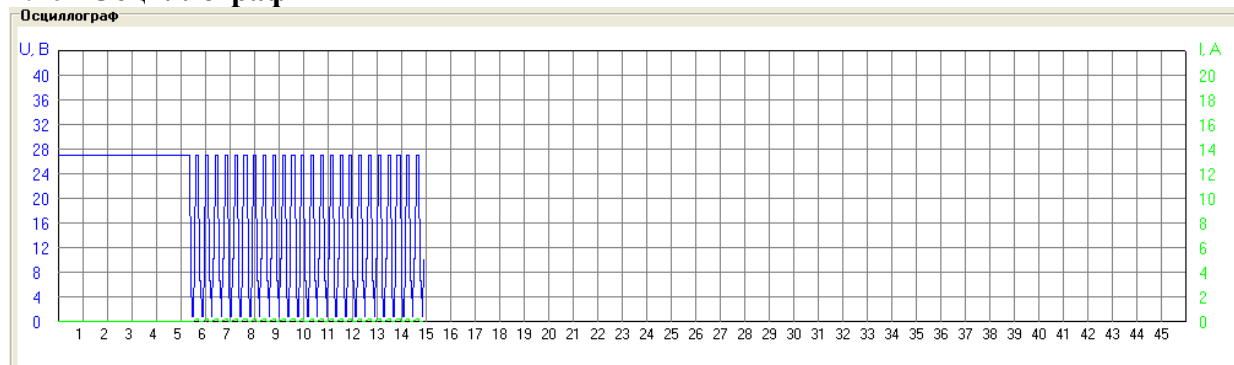

Рисунок 11
**7.10.1** В области «**Осциллограф**» (см. рисунок 11) в режиме реального времени выводятся графики напряжения (синим цветом) и тока (зеленым цветом), соответствующие значениям на выходе генератора. Шаг по оси напряжений – 2 В, по оси времени ~ 5 с., по оси тока – зависит от выбранной шкалы (см. п. 7.9). Диапазон отображаемых значений напряжения составляет 0 – 20 В. Таким образом, «осциллограф» является индикаторным устройством, отображающим только общий вид процесса испытаний, но не форму испытательных импульсов.